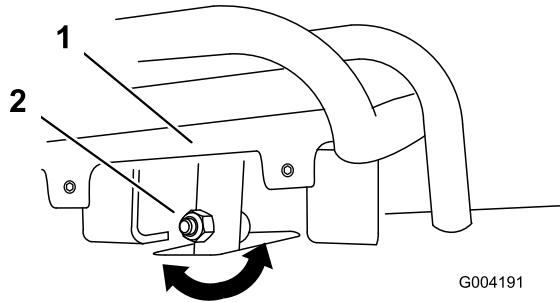
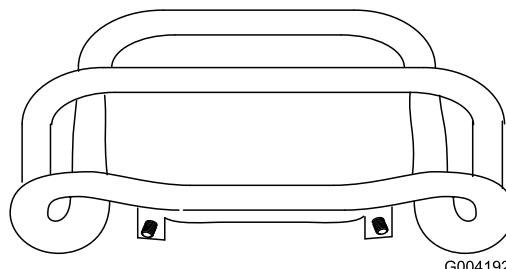

Figura 49
Figura 50
4. Si la parte delantera del control de tracción no queda ensasada con y paralela a la barra de referencia, afloje la tuerca y el perno del tubo del control de tracción (Figura 49).
5. Ajuste el control de tracción hasta que quede ensasada con la barra de referencia al tirar del mismo hacia atrás del todo (Figura 49 y Figura 50).
- C. Afloje la tuerca con arandela prensada y el perno del tubo del control de tracción (Figura 49).
- I. Ajuste el control de tracción hasta que quede enrasado con la barra de referencia al tirar del mismo hacia atrás del todo (Figura 49 y Figura 50).